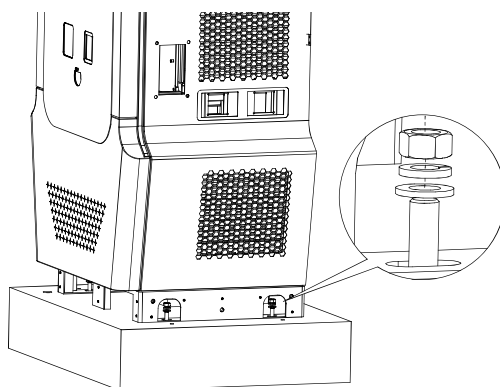

Figura 15. Atașament EVSE
3) Atașați 4 șaibe și 4 piulițe (2 fiecare) la cele 4 buc de tije filetate M 12. A se vedea Figura 15.